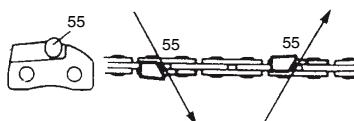

Fig. 45
Lime (55) la cuchilla en un lado de la cadena desde adentro hacia afuera. Lime sólo durante el desplazamiento hacia adelante. (Fig. 45)